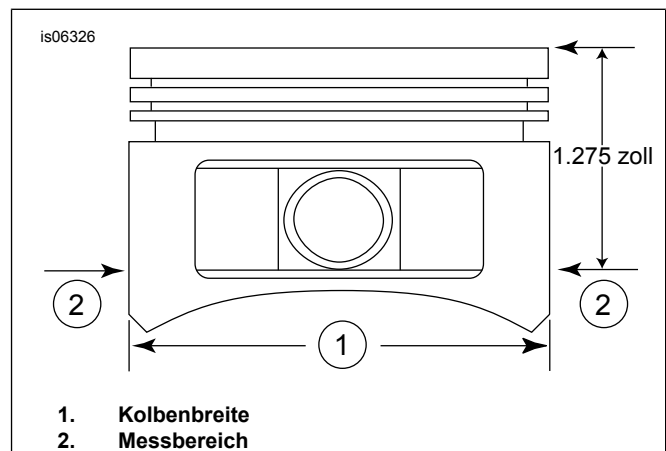

Abbildung 2. Kolbenmessungen
5. Siehe Abbildung 2. Die Kolbenbreite (1), 90 Grad horizontal von beiden Seiten des Kolbenbolzenlochs und 1,275 Zoll (1,275 Zoll) unterhalb der Kolbenbodenfläche (2) messen. Die Passung zwischen Kolben und Zylinder an dieser Stelle aus Tabelle 11 ablesen.